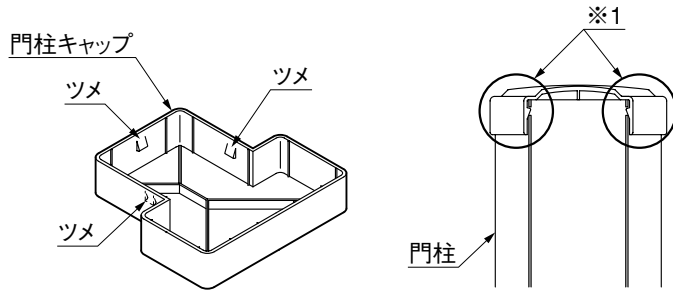

図3-5
- ③ 門柱キャップを確実にかぶせてください。(図3-5参照)